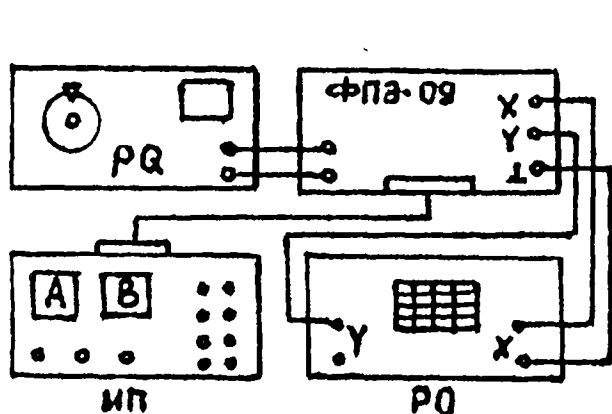

Рис. 9.4
На рис. 9.4 приведена электрическая схема:
4. Собрать схему, изображенную на рис. 9.4.